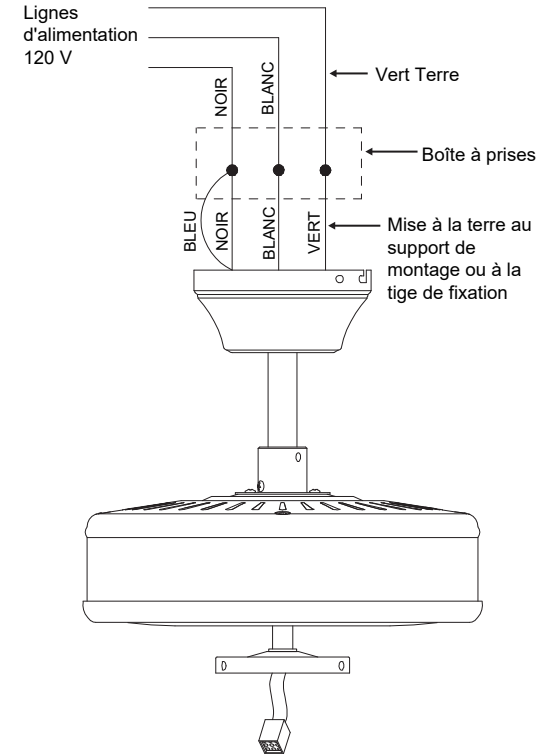

Fig. 11
Étape 1. Connecter le fil alimentation du ventilateur (noir) et le fil pour l'éclairage (bleu) au fil d'alimentation noir du domicile (**voir la figure 11**).